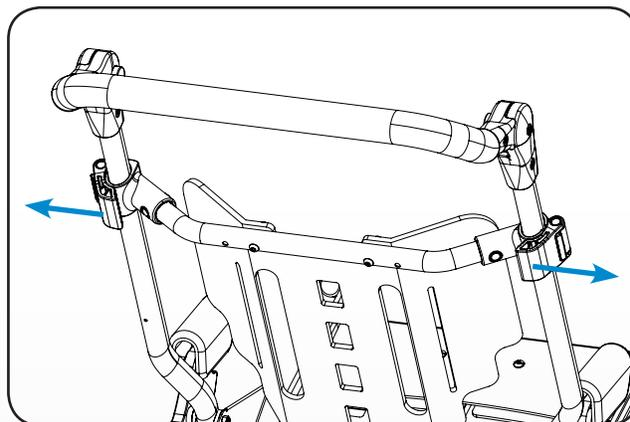

Figure 15
1. Tirez les leviers de réglage de la hauteur vers l'extérieur, consultez la figure 15.